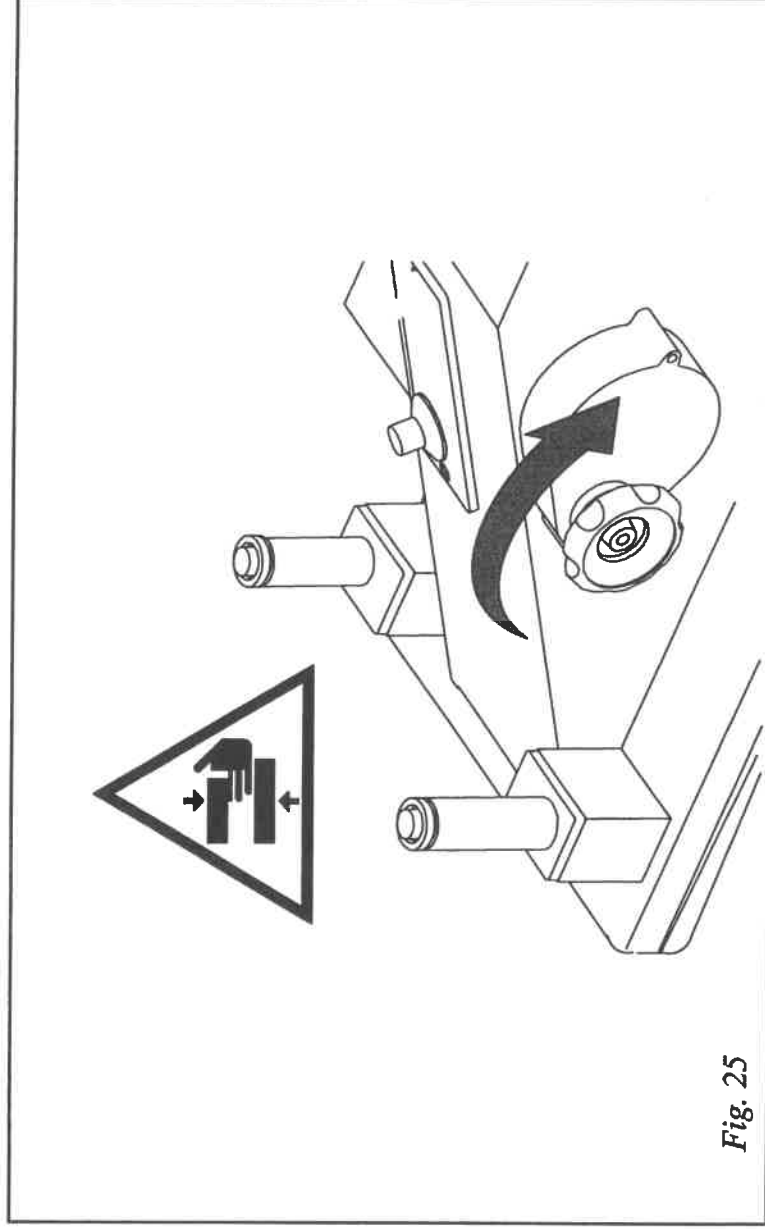

Fig. 25
a) La manivelle sur le côté droit du bras sert à régler sa course. En la tournant en sens horaire comme indiqué par la flèche (Fig. 25), le bras descend; au contraire le bras monte.